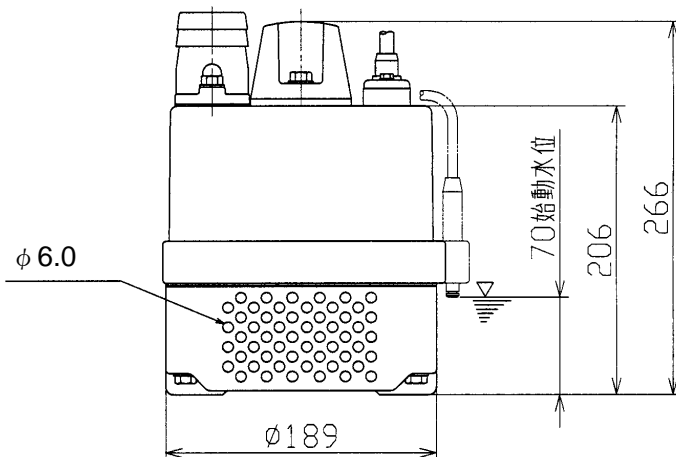

図4 外形図
- (1) スイッチを一、二度入れたり切ったりして始動に異常のないことをご確認ください。
- (2) 電圧が定格電圧の±10%以内までは差支えありませんが著しく低下している場合は始動しません。
- (3) 圧力・吐出し量・電流値など(その他 **7** 保守の項参照) に異常がないことを確認し、定格値を超えている時には仕切り弁にて調整してください。なお、仕切弁のない場合に電流値が定格値を超えている時には計画の再検討が必要です。また、圧力計のバルブは、測定時以外は閉じておいてください。開放しておくとは破損しやすくなります。
- (4) 第2回目以降の運転は、**7** 保守の項を参照し、異常がなければただちに運転できます。
- (5) 頻繁な始動停止はポンプを早く傷めます。始動頻度は1時間に10回以内にしてください。
- (6) ポンプを発電機で運転する場合は、ポンプ1台につき発電機容量を 1.5kVA 以上 のものをご使用ください。又、他の負荷と併用をなるべく避け、運転電圧は電動機において、90V 以上 になるようにしてください。
- (8) 自動型の場合、図4外形図を参照下さい。なお、センサーから水位が下がっても1分間は内蔵のタイマーにより運転します。
メカニカルシール室の潤滑油の交換は 6 ヶ月毎に行ってください。この際潤滑油に水が混入し白濁している場合は、メカニカルシールを交換してください。潤滑油の交換時には図 4 のように注油栓を真上にし、ポンプを水平に置いて表 2 の潤滑油量を必ず規定量注油し、シールワッシャを介し注油栓を十分に締め付けてください。